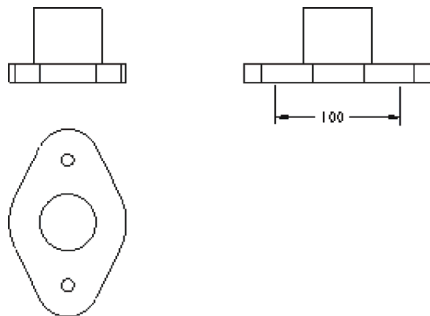

图 14-62 标注曲面尺寸
STEP 04 按住〈Ctrl〉键的同时，在绘图区中依次选择图形合适的区域，移动鼠标指针至绘图区图形下方的合适位置，然后单击鼠标中键，即可标注曲面尺寸，效果如图 14-62 所示。